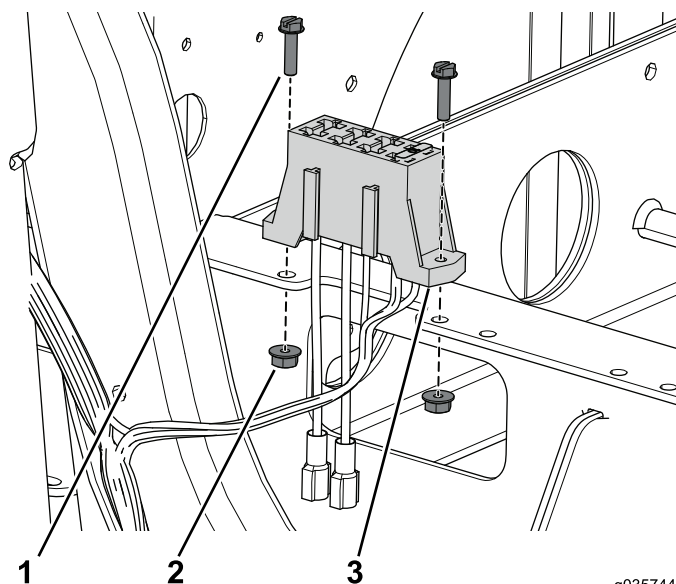

Figura 84
- Utilice los 2 tornillos y tuercas que sujetan el bloque de fusibles a la bandeja de baterías delantera (Figura 84).